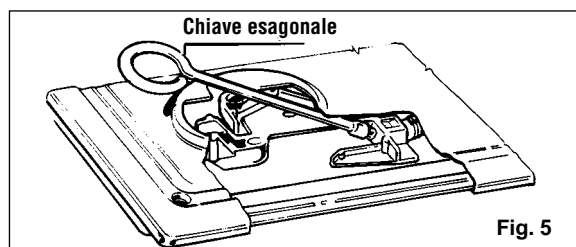

Fig. 5
- introdurre una chiave esagonale a tubo dentro il supporto bruciatore (fig. 5). (La chiave esagonale è fornita come accessorio del piano)